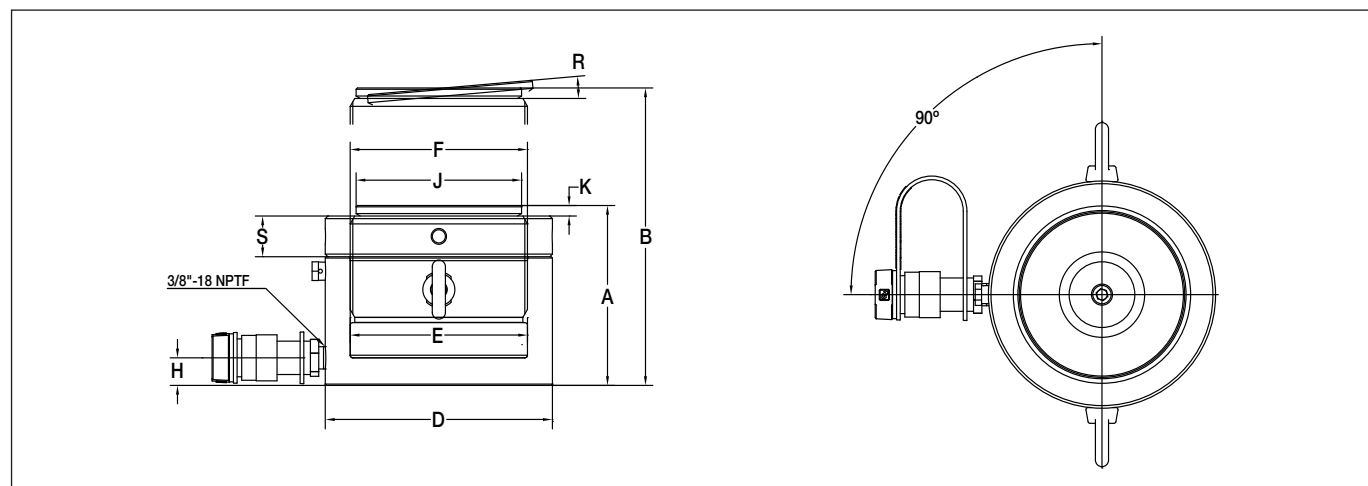

Figure 6 - Dimensions de la série LPL
11.1 Dimensions dans le système impérial (voir figure 6)
11.2 Dimensions dans le système métrique (voir figure 6)